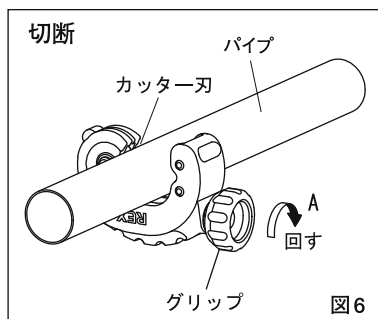

図6
(2) パイプ切断、スクレーパー
- ①パイプの切断位置をマーキングしカッターをセットしてください。この時パイプの先端はローラー幅以上に出してください。（図6）